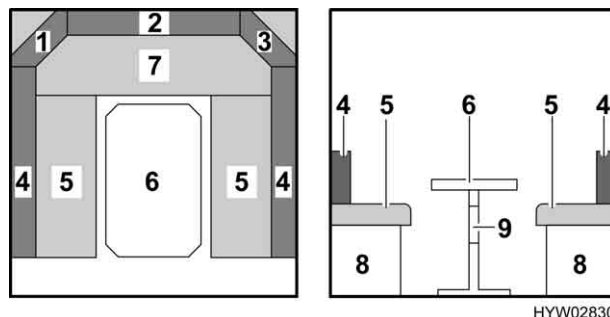
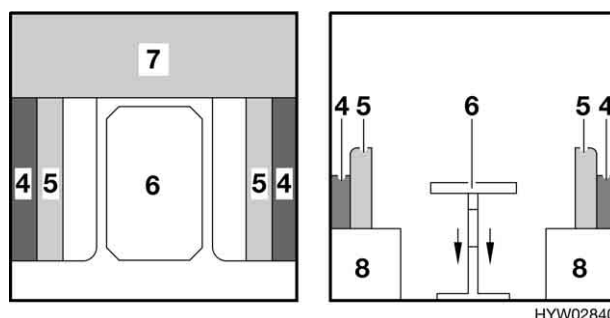

Fig. 42 Prima della trasformazione
Fig. 43 Durante la trasformazione
- Collocare i cuscini dello schienale (Fig. 42,1, Fig. 42,2 e Fig. 42,3) sotto il tavolo.
- Sistemare i cuscini del divano (Fig. 42,5).
- Sollevare la maniglia (Fig. 42,9) sul tavolo (Fig. 43,6) verso l'alto e tirarla leggermente.